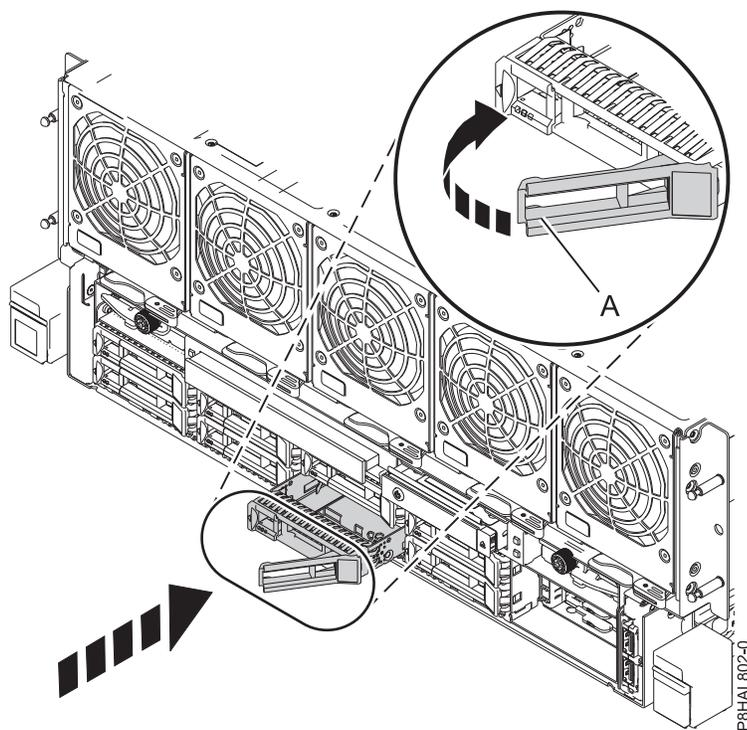

Figure 19. Remise en place d'une unité de disque dans un système 8408-44E ou 8408-E8E
3. Déverrouillez la poignée de la baie d'unité (A) en appuyant dessus et en la tirant vers vous. Si la poignée n'est pas complètement sortie, vous ne pouvez pas insérer l'unité dans le système.
5. Faites glisser complètement l'unité dans le système et poussez la poignée de la baie d'unité (A) jusqu'à ce qu'elle s'enclenche, comme illustré à la figure 19.